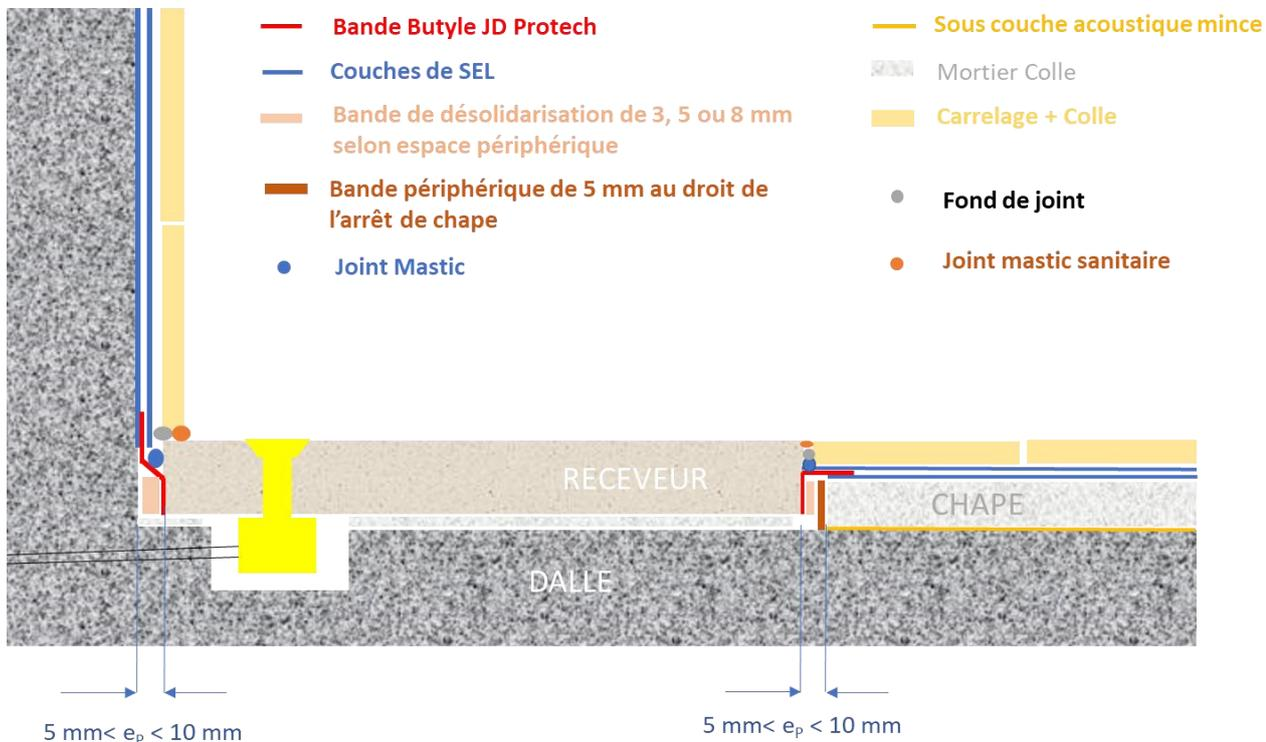

Figure 13 : Coupe de principe du procédé JD PROTECH – Raccord au sol et mur
Vérifications et préparations préalables – Traitement de la périphérie de la réservation (Figure 13)
- Le comblement de l'espace périphérique (Figure 13) est réalisé au moyen d'une bande périphérique de hauteur $(R - X)$ définie au §4.1 et d'épaisseur $e_B = 3, 5$ ou 8 mm selon la valeur de e_P , qui peut être collée sur le receveur à la bande d'étanchéité sous le niveau du pli (trait pointillé) préalablement à son insertion dans la réservation :